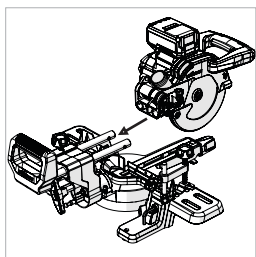

Fig. 13
- Allineare la testa da taglio con i due bracci del carrello a scorrimento. **(Fig. 13)**